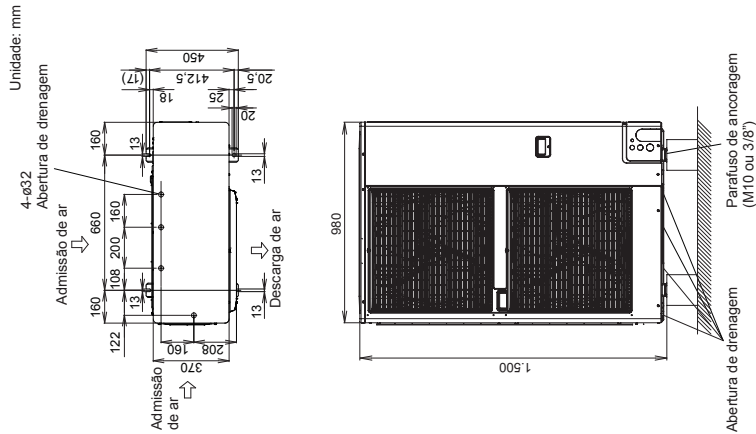

Fig. 3-1
- Consulte a Fig. 3-1 para as dimensões dos parafusos de ancoragem.
- Para as dimensões da abertura de drenagem, consulte a Fig. 3-1.